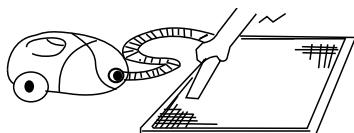

Рис. 1
- При чистке фильтра пылесосом держите его за грязненной поверхностью вверх (рисунок 1).